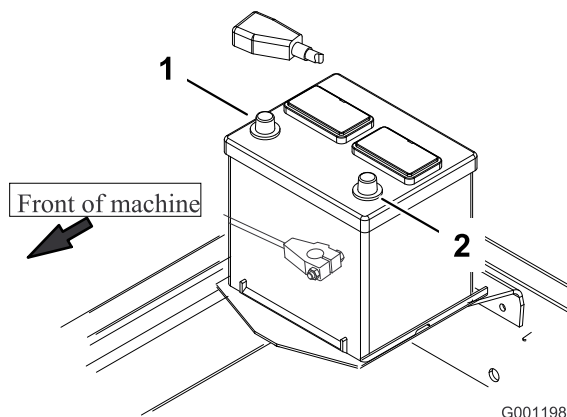

Bild 11
8. Klemmen Sie zuerst das Pluskabel (Rot) am Pluspol (+) der Batterie, und dann das Minuskabel (Schwarz) am Minuspol (-) der Batterie an (Bild 11). Ziehen Sie den Gummischuh über den Pluspol, um Kurzschlüssen vorzubeugen.